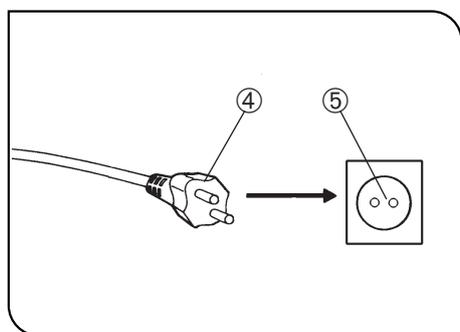

Fig. 32
2. Ligue a ficha do cabo de alimentação ④ à tomada de parede ⑤. (Fig. 32)